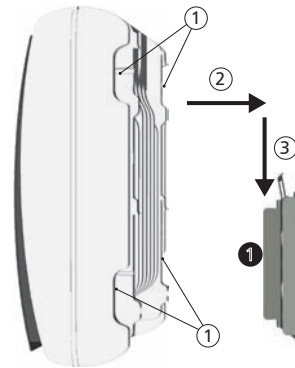

Figura 23
- Afferrare l'inverter sulle impugnature ① o sul bordo circostante, posizionarlo al centro ① della piastra di montaggio ② e premere leggermente (Figura 23).
- Abbassare l'inverter ③ fino allo scatto della lamiera di fissaggio sulla piastra di montaggio. I ganci devono essere inseriti sul retro dell'inverter sui naselli della piastra di montaggio.